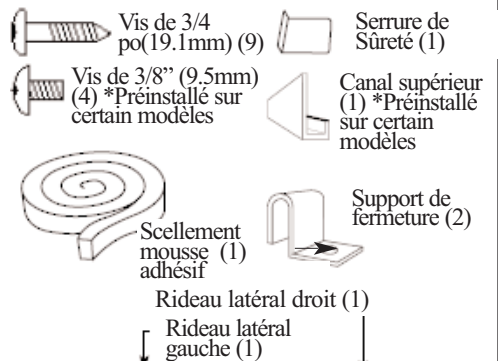

Fig. 1
**REMARQUE:** Conservez le carton d'expédition et le matériel d'emballage pour futur entreposage ou transport de l'appareil. Ôtez l'appareil du carton, le sac en plastique qui contient la trousse de quincaillerie nécessaire pour l'installation de votre climatiseur. Veuillez vérifier le contenu de la trousse de quincaillerie d'installation en le comparant à la liste de vérification du modèle correspondant, et ce, avant l'installation de l'appareil. Voir Fig. 1.